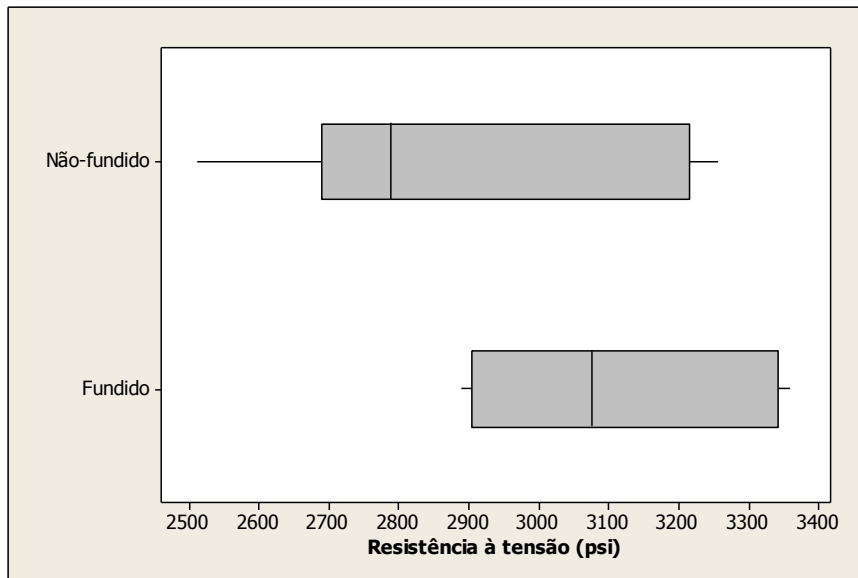

Figura 3 - Box-plot dos dados de resistência à tensão.
10. O box-plot (Figura 3) sustenta empiricamente a afirmação dos autores? Justifique.